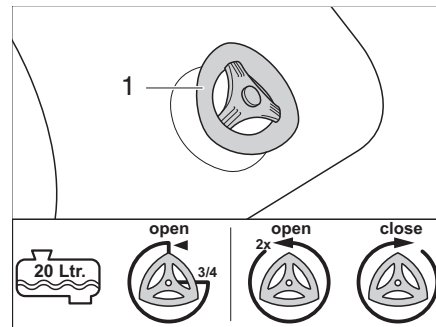

Fig. 351 Llave de desagüe
- 1/2 lleno o menos: Girar la llave de desagüe (Fig. 351,1) 3/4 de vuelta en el sentido contrario de las agujas del reloj. Se vacía el agua.
- 3/4 lleno y más: Girar la llave de desagüe (Fig. 351,1) 2 vueltas en el sentido contrario de las agujas del reloj. Se vacía el agua.
- Cerrar la llave de desagüe (Fig. 351,1) en el sentido de las agujas del reloj.